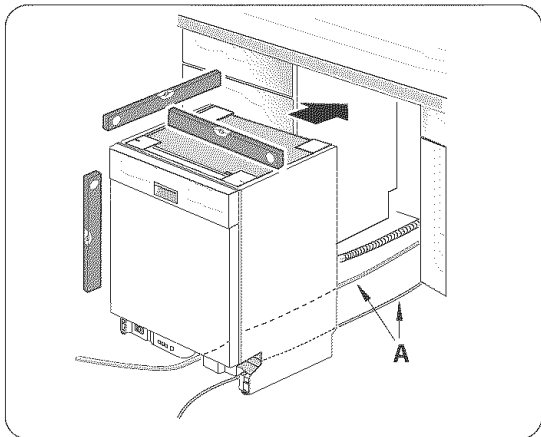
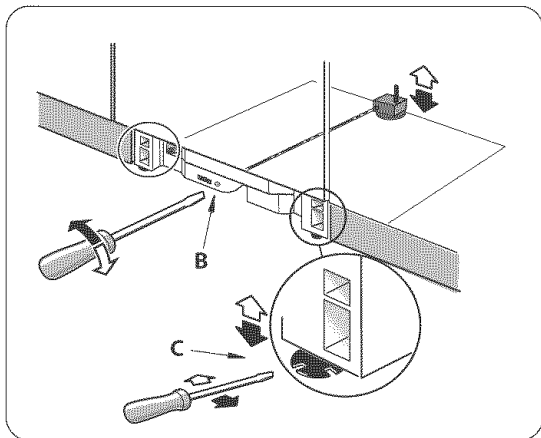

Ilustración 19
Ilustración 20
2) Acomode la lavadora tan cerca del gabinete como para poder conectar la manguera de desagüe de la lavadora a la conexión de evacuación debajo del fregador. Asegúrese de que el tubo de agua caliente y el cable eléctrico estén puestos en sus canales respectivos bajo la base de la lavadora, tal como indican las flechas A en la Ilustración 19.
4) Revise el nivel como muestra la Ilustración 19. Ajuste el nivelador trasero por medio de darle vuelta al tornillo del centro en la cara frontal de la lavadora, tal como indica la flecha B en la Ilustración 20. La parte trasera de la lavadora se eleva a medida que se gire el tornillo en el sentido del reloj. Ajuste los niveladores de frente por medio de darles vuelta con un destornillador, tal como indica la flecha C en la Ilustración 20. La lavadora se eleva a medida que los niveladores giran hacia la derecha. Si la lavadora debe elevarse aún más, introduzca calces debajo de los pies de los niveladores.